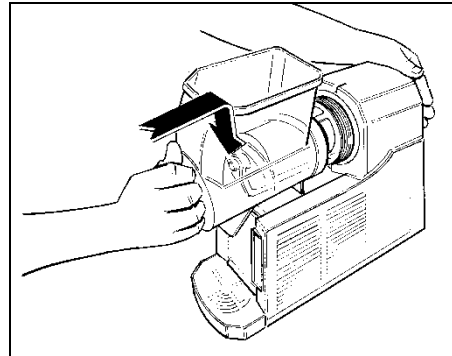

Fig. 16
- **R**emonter le bac en le poussant à fond le long de l'évaporateur jusqu'à le bloquer dans son logement derrière le profil de blocage ; s'assurer qu'il adhère parfaitement à son propre joint (voir figure 16).